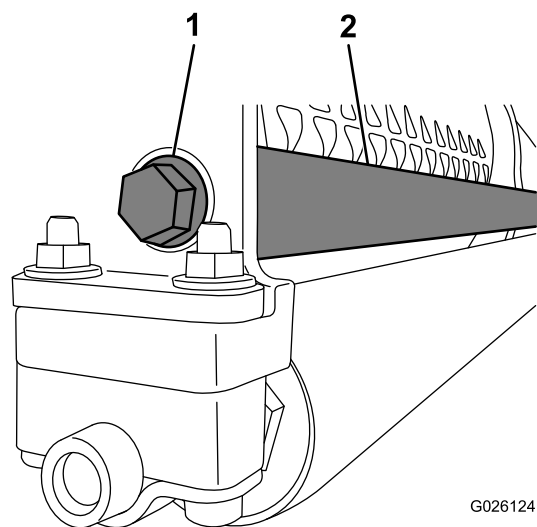

図 5
4. フランジヘッドボルトを使って、ウェイトロッドのねじ切り側の端部をフレームに固定する 図 5。